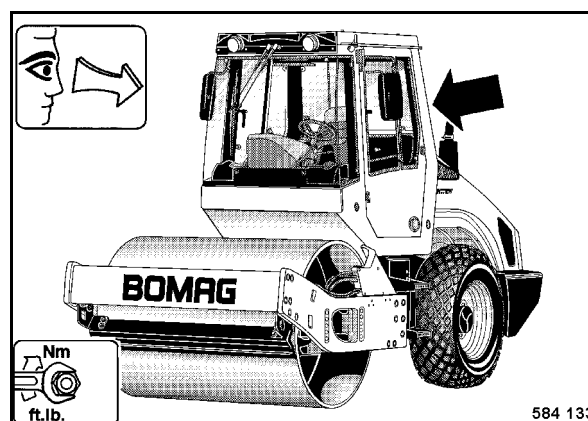

Fig. 201
- Comprobar la cabina y en especial la estructura del ROPS (Fig. 201) por grietas, corrosión, defectos y piezas de fijación ausentes.